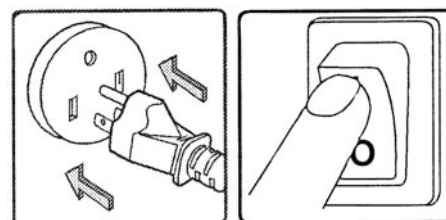

FIGURE 12
- 8) Faites partir l'aspirateur en appuyant sur l'interrupteur tel qu'illustré à la Fig.12. La position "en marche" est indiquée par le symbole international "I".